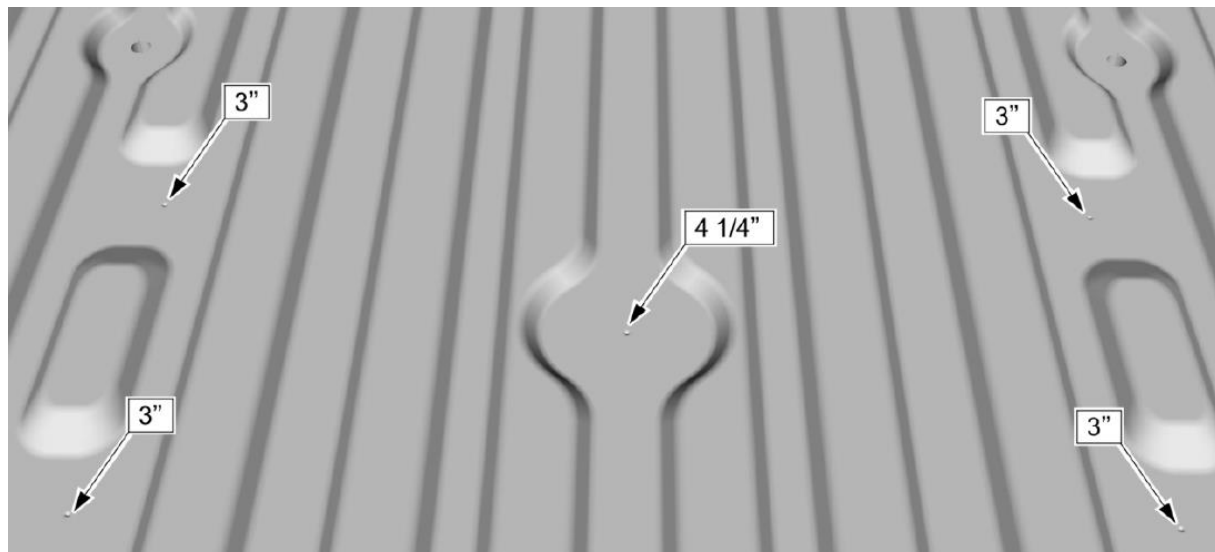

FIGURA 3
2. Usando una sierra de agujero de 3", corte los 4 agujeros de disco externos (Ver Figura 3).
3. Usando la sierra para agujeros de 4 1/4", corte el agujero central del cuello de cisne (vea la figura 3).